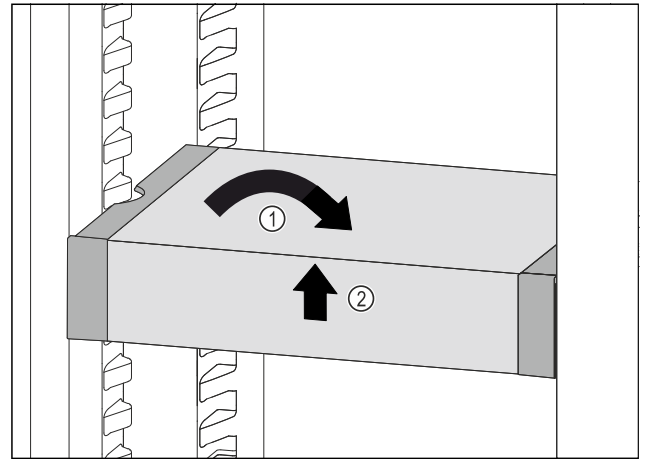

Fig. 34
- ▶ VarioSafe gerade stellen. Fig. 34 (1)
- ▶ VarioSafe vorne anheben. Fig. 34 (2)